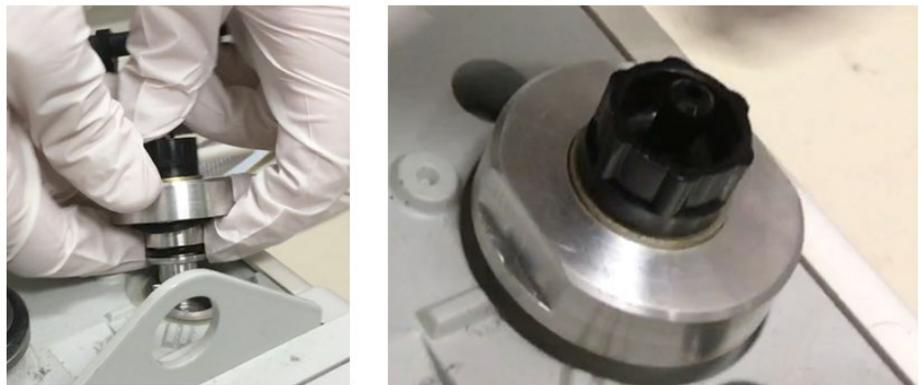

Abbildung 13: Einsetzen des Adapters in den Einlass
- 6) Setzen Sie die Adaptereinheit in den Einlassanschluss ein, indem Sie die Stifte in die entsprechenden Rillen schieben. Siehe Abbildung 13.